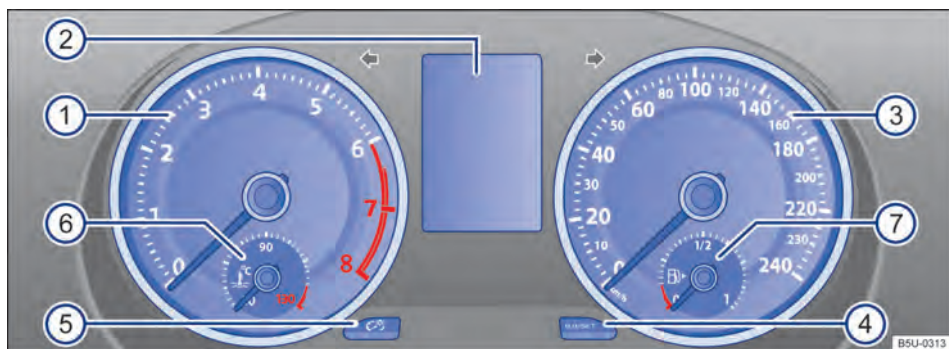

Fig. 11 Instrumento combinado no painel de instrumentos (variante 2).
Explicações sobre os instrumentos → Fig. 10 e → Fig. 11:
- ① **Tacômetro (conta-giros)** (rotações x 1000 por minuto do motor em funcionamento) → Página 17.
- ② **Indicadores do display** → Página 19.
- ③ **Velocímetro** (medidor de velocidade).
- ④ **Botão para zerar** ou para exibição do hodômetro parcial (trip).
- ④ **Botão de ajuste do relógio** **[0.0/SET]** → Página 22.
- ④ **Botão para reinicializar o indicador do intervalo de serviço** → Página 23.
- ⑤ **Botão para regulagem da iluminação do painel de instrumentos** **[☞]** → Página 75
- ⑥ **Indicador de temperatura do líquido de arrefecimento do motor** **[🌡]** (depende da versão do veículo) → Página 19.
- ⑦ **Indicador do nível de combustível** (depende da versão do veículo) → Página 18.
i Dependendo da versão do veículo, o indicador do nível de combustível pode estar localizado no visor do display → Fig. 10 ② ou no velocímetro → Fig. 11 ⑦.
i Dependendo da versão do veículo, o indicador de temperatura do líquido de arrefecimento do motor pode estar localizado no visor do display → Fig. 10 ② ou no tacômetro → Fig. 11 ⑥.